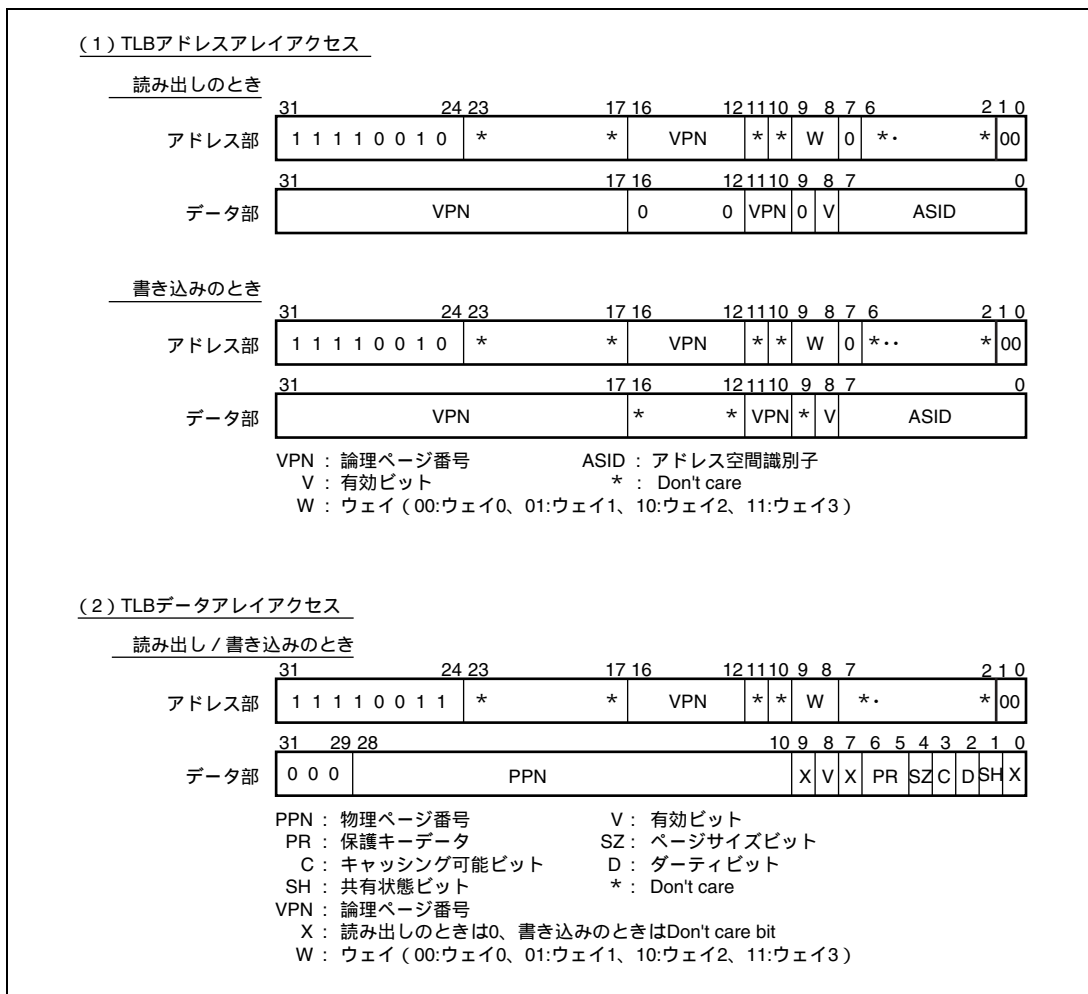

図 5.14 メモリ割り付けされた TLB アクセスのアドレス部、データ部指定方法
アドレスアレイは、H'F200 0000 ~ H'F2FF FFFF に割り付けられています。アドレスアレイのアクセスには、32 ビットのアドレス部の指定 (読み出しまたは書き込み) と 32 ビットのデータ部の指定 (書き込み) が必要です。アドレス部にはアクセスするエントリを選択するための情報を指定し、データ部にはアドレスアレイに書き込む VPN、V ビット、および ASID を指定します (図 5.14 (1) 参照)。
TLB のデータアレイは、H'F300 0000 ~ H'F3FF FFFF に割り付けられています。データアレイのアクセスには、32 ビットのアドレス部の指定 (読み出しまたは書き込み) と 32 ビットのデータ部の指定 (書き込み) が必要です。アドレス部にはアクセスするエントリを選択するための情報を指定し、データ部にはデータアレイに書き込むロングワードデータを指定します (図 5.14 (2) 参照)。ロングワードデータは、PTEL と同じビット構成です。
TLB の特定エントリのデータアレイを読み出す場合は、図 5.14 (2) のデータ部で示されるビット順にレジスタに読み出されます。以下の例では、R0 にアドレスを指定して、R1 に読み出しています。